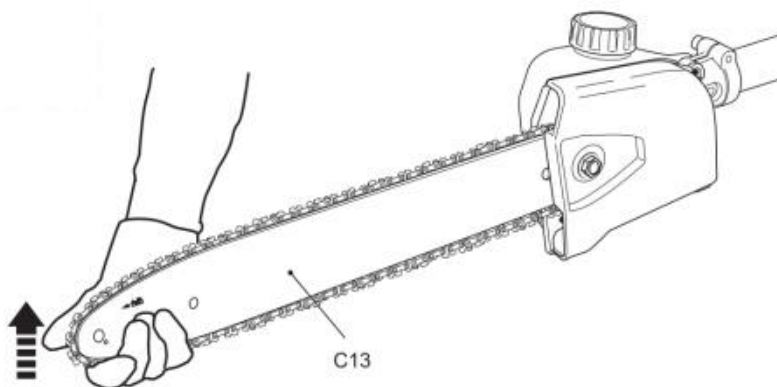

Fig. 13
- 2) Sollevare la punta della barra guida (C13) e mantenerla in posizione mentre si regola la tensione (Fig. 13).